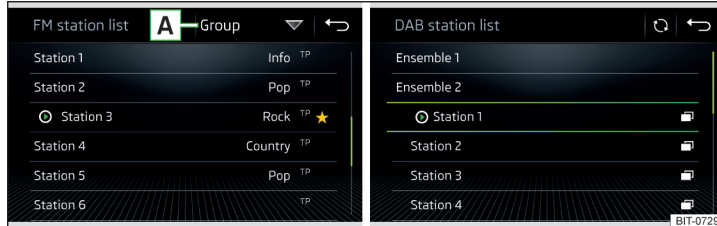

Abb. 134 Beispiel der Liste verfügbarer FM/DAB-Sender
- › Zur **Sortierung** (FM) der Sender in alphabetischer Reihenfolge, laut Gruppe oder Genre, die Funktionsfläche [A] » Abb. 134 antippen » [!]
- › Zur **Filterung** der Sender nach dem Programmtyp (bspw. Kultur, Musik, Sport u. Ä.) in der FM-Senderliste (bei eingeschalteter RDS-Funktion) und der DAB-Senderliste (bei gewählter alphabetischer Sortierung der Senderliste) die Funktionsfläche [A] » Abb. 134 antippen.
- ▶ Zur **manuellen** Aktualisierung die Funktionsfläche ☰ » Abb. 134 antippen.